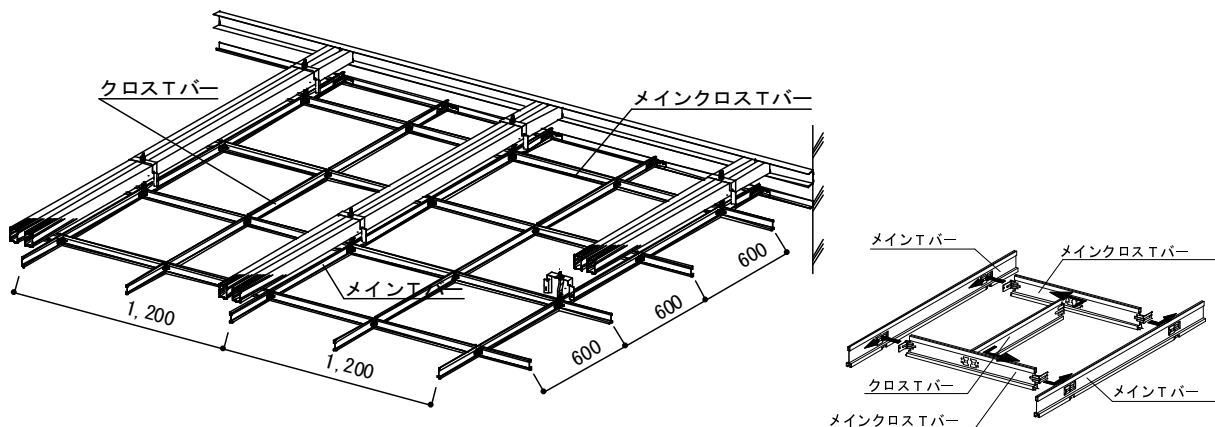

図2-10 クロスTバーの設置
③クロスTバーをメインクロスTバーにクロスジョイントする。(図 2-10 参照)